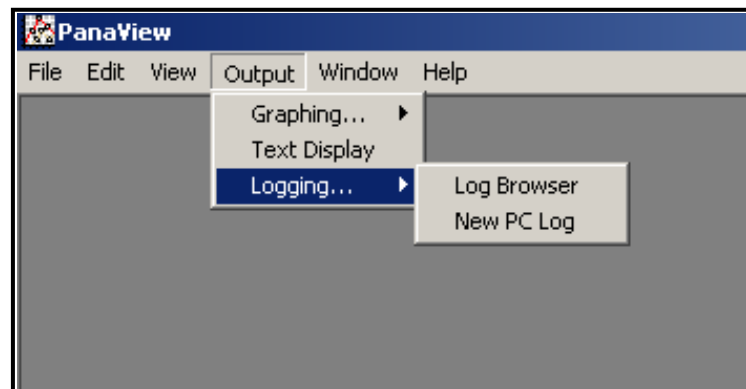

Figura 24: Log Browser (Navegador de registros) na opção Logging (Registro)
1. No PanaView, clique na opção *Logging* (Registro) no menu *Output* (Saída). Em seguida, clique na opção *Log Browser* (Navegador de registros), conforme mostrado na Figura 24 abaixo.